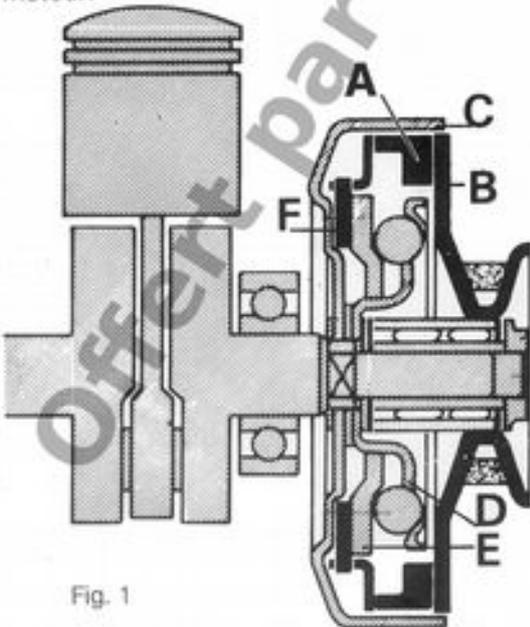

Fig. 1
1) L'embrayage de départ (*figure 1*).
2) L'embrayage automatique à disque (*figure 1*).
Lorsque le moteur tourne, l'action sur la poignée des gaz augmente le régime du moteur. Sous l'effet de la force centrifuge, les billes tendent à s'éloigner de l'axe. Prenant appui sur le tambour (D), elles créent une force axiale qui appuie le flasque (E) sur la garniture d'embrayage (F) laquelle vient en contact avec le tambour (C) (*figure 1*).